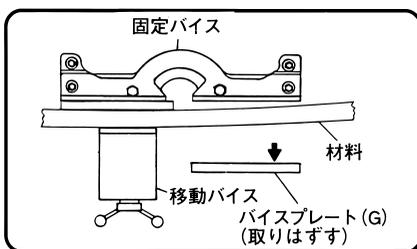

図30
- ステンレス中実材（丸棒等）を角度切りする場合は、固定バイスと材料の間に当板（図30参照）又は、バイスプレート（H）（別売部品）をはさんで切断作業を行ってください。
| <ul style="list-style-type: none"> ● 丸パイプ・丸棒 (外径30mm以下) <p>丸パイプ, 丸棒の直径: D 板材の厚さ: T D=30mmの場合, T=約2mm D=20mmの場合, T=約8mm D=10mmの場合, T=約13mm</p> | 左25°~左45° 右25°~右45° |  <p>図30</p> |
材料に曲がりがある場合は、図30のように、バイスプレート (G) (右側) を取りはずし、作業してください。